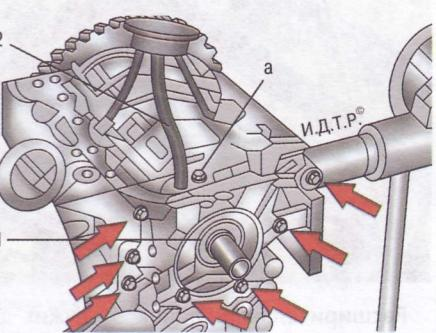

Рис. 5.20. Крепление масляного насоса и маслоприемника: **a** – болт крепления маслоприемника; 1 – масляный насос; 2 – маслоприемник
7. Выверните болт **a** (рис. 5.20) крепления маслоприемника 2 к масляному насосу и снимите маслоприемник и установленную под его фланцем прокладку.
8. Выверните семь болтов (показаны стрелками на рис. 5.20) крепления масляного насоса 1 к блоку цилиндров и, поддев насос двумя отвертками, снимите его с установочных втулок в блоке цилиндров.